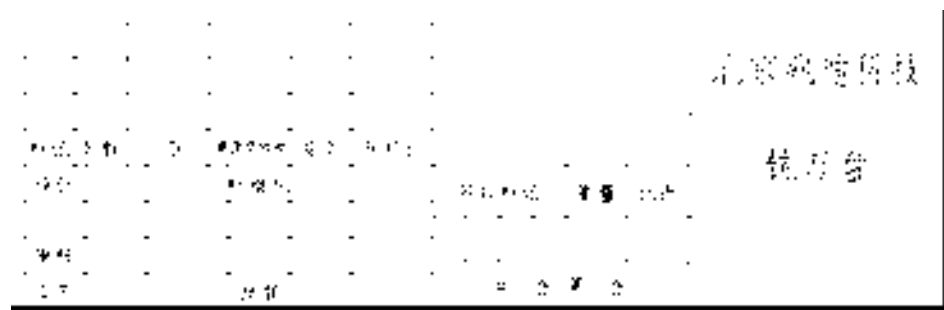

图 6.4.9 输入其他文本
Step15. 参照前面操作步骤，在标题栏的其他单元格中输入图 6.4.9 所示文本。